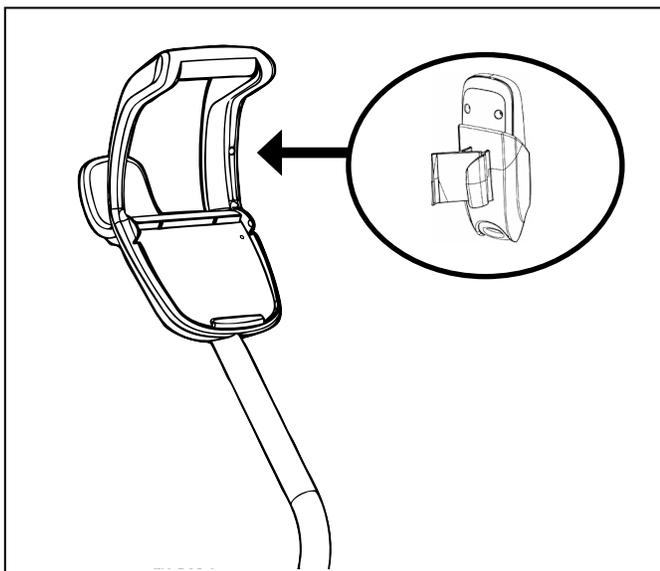

Figure 8. Enclencher le porte-télécommande
- (9500 Sport/P95) Trouver la goupille située sur le porte-télécommande et l'aligner avec le réceptacle situé sur la poignée du chariot afin d'accrocher la télécommande au chariot (Figure 8).